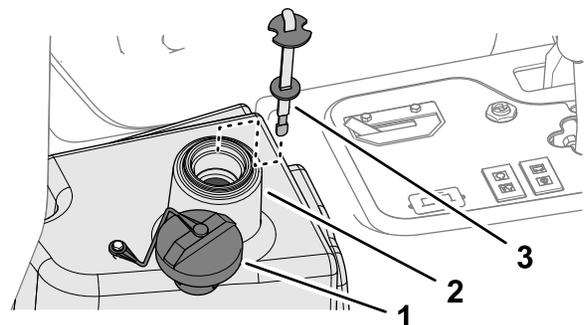

図 90
- 油圧オイルタンク **図 90** に約 22.7 リットルの油圧オイルを入れる **油圧作動液の仕様 (ページ 56)** を参照。